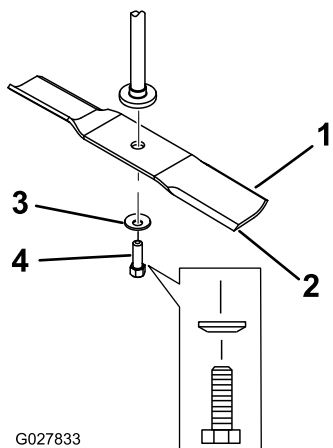

Bild 63
2. Entfernen Sie die Messerschraube, Wellenscheibe und das Messer von der Spindelwelle (**Bild 63**).
- Setzen Sie das Messer auf die Spindelwelle (Bild 63).
- Setzen Sie die Wellenscheibe (Kappenseite zum Messer) und die Messerschraube ein (Bild 63).